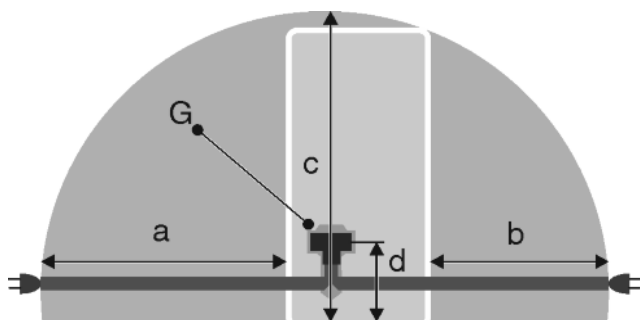

Fig. 23
- Розетка находится вне зоны задней стенки в данной зоне. *Fig. 23 (a, b, c)*
- Штекер устройства *Fig. 23 (G)* подсоединить с задней стороны устройства. Следить за правильной фиксацией.